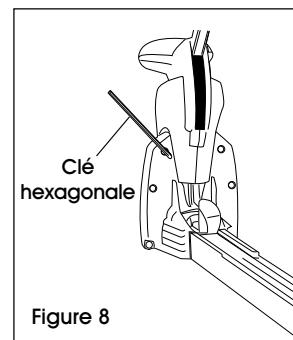

Figure 8
1. Dévissez les 6 vis de la structure arrière. (Voir Figure 8)
3. Réassemblez en fixant la structure arrière à l'aide de 6 vis. (Voir Figure 8)